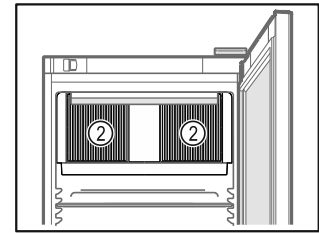

Fig. 61
- Ventilatiesleuf Fig. 61 (2) van de ventilator in de binnenruimte vrijhouden.